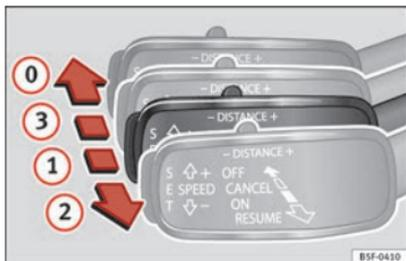

Fig. 198 A sinistra del piantone dello sterzo: terza leva per utilizzare il sistema di regolazione automatica della velocità.
È possibile attivare nuovamente l'ACC tirando la leva fino alla posizione ② » fig. 198.